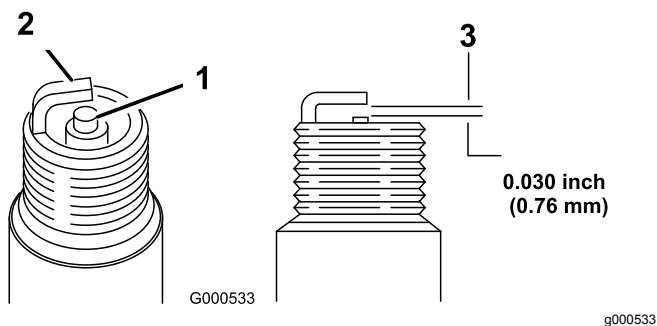

Figura 26
8. Usando el dedo, unte la junta del filtro de aceite nuevo con aceite (Figura 26).
5. Ajuste el espacio entre los electrodos a 0.76 mm (0.030"); consulte Figura 26.